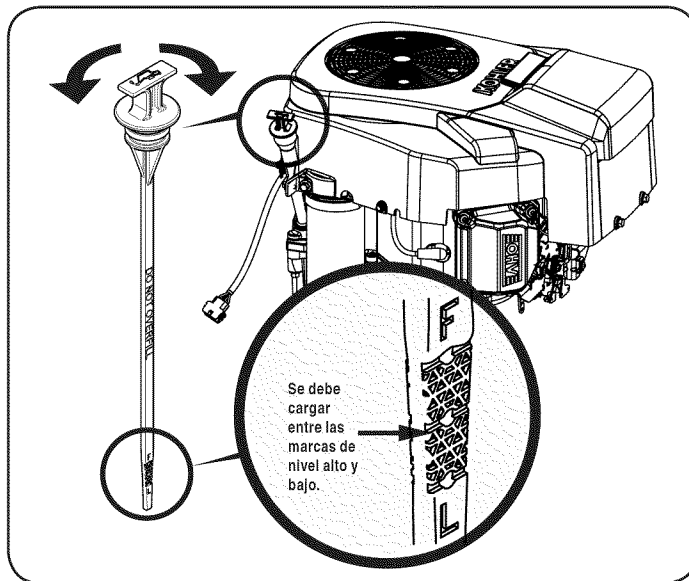

Figura 9
2. Retire el tapón de llenado/varilla de medición de aceite y limpie bien la varilla. Vea la Figura 9.
4. Saque el tapón/la varilla de medición de aceite. Si el nivel es bajo, agregue lentamente aceite hasta que el nivel registrado esté en un punto intermedio entre lleno (F) y bajo (L), Figura 9.